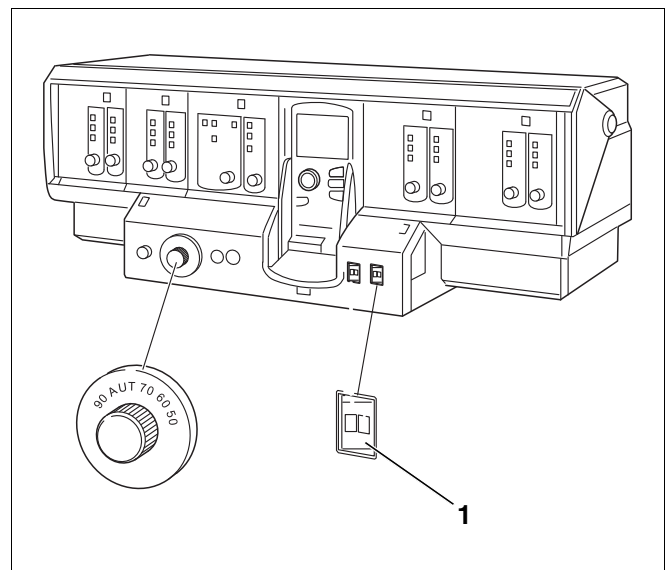

Fig. 49 Esempio Logamatic 4311
- ▶ Mettere l'interruttore di esercizio (fig. 49, [1]) dell'apparecchio di regolazione in posizione "0".